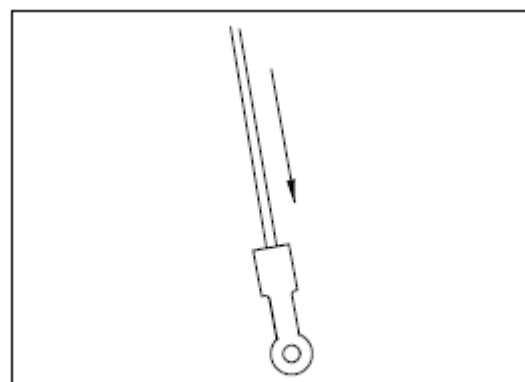

Fig.4-3.67
8) Cubra o fim da corda com conector rápido. Veja Fig.4-3.67